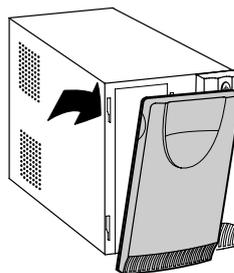

Figura 2 Cómo Retirar la Cubierta Frontal del UPS
- 2 Tire hacia adelante la esquina superior izquierda y retire la cubierta frontal del UPS (consulte Figura 2).